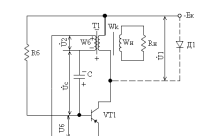

Рис. 1.26
26. С помощью каких элементов можно регулировать период (Т) и длительность (t_n) импульса БГ (рис.1.26)?